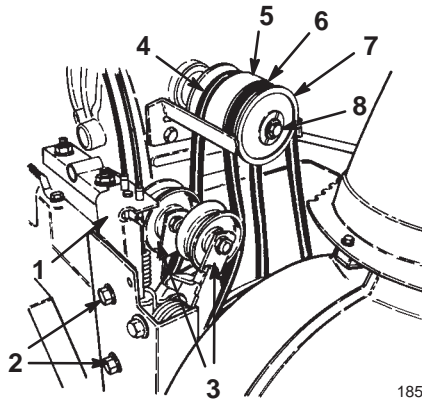

Figure 31
Si la courroie d'entraînement de tarière/roue hélice ou de transmission (Fig. 31) est usée, imbibée d'huile ou endommagée de quelque autre manière, remplacez-la par une courroie neuve.
5. Enlevez les deux boulons à embase qui fixent l'ensemble poulie folle au bâti du moteur et déposez l'ensemble poulie folle (Fig. 31).
6. Enlevez le boulon et la rondelle de blocage qui fixent la demi-poulie à gorge à l'avant de l'ensemble poulie (Fig. 31).
7. Déposez la demi-poulie à gorge et la courroie d'entraînement de tarière/roue hélice hors du vilebrequin et déposez la courroie (Fig. 31).
8. Si la courroie de transmission aux roues doit être remplacée, déposez la partie centrale de la poulie et la courroie du vilebrequin, puis déposez la courroie de la poulie (Fig. 31).
10. Si vous remplacez la courroie de transmission, installez-la autour de la transmission aux roues et de la poulie centrale, et glissez cette dernière sur le vilebrequin (Fig. 31).
11. Installez la courroie sur la poulie folle (Fig. 31).
12. Installez la courroie d'entraînement de tarière/roue hélice autour de la demi-poulie à gorge et glissez cette dernière sur le vilebrequin (Fig. 31).
14. Installez l'ensemble poulies folles sur le bâti du moteur et fixez-le avec les deux boulons à embase (Fig. 31).